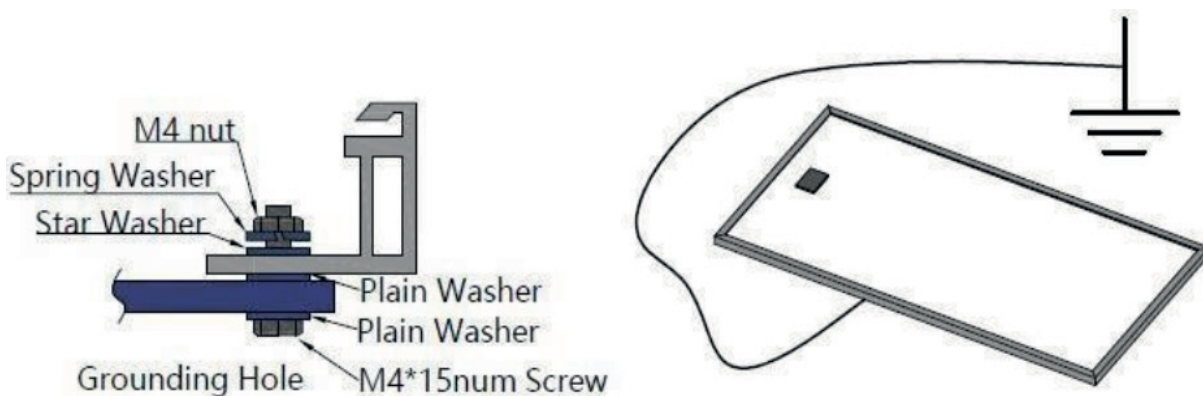

Figura 7: Instalación en suelo de módulos fotovoltaicos
k. El cable de la caja de empalmes se define como L/X, tal y como se muestra a continuación en la figura 7. Para el módulo estándar Solarever, L es 900 o 1100 mm, X es 450 mm o 1200 mm; y para el módulo personalizado X, puede basarse en su condición. Por favor, tenga en cuenta la longitud del cable antes de diseñar la disposición del cableado. El conector que estamos utilizando es un conector compatible MC4, el tipo es TL-CABLE01S-F, y el fabricante es JIANGSU TONGLIN ELECTRIC CO LTD. No es posible conectar entre sí conectores de distinto tipo (por ejemplo, de distinta clase de tensión o distinta forma).